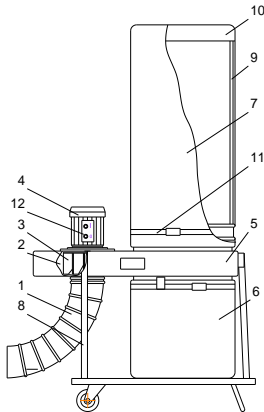

Рис. 5
5.2 Воздушный поток (см. рис.5) по воздуховоду 1 поступает в центральную часть улитки 2, где вращающееся рабочее колесо 3 приводимое в действие электродвигателем 4,
6.2.3 Собрать установку (рис.5).